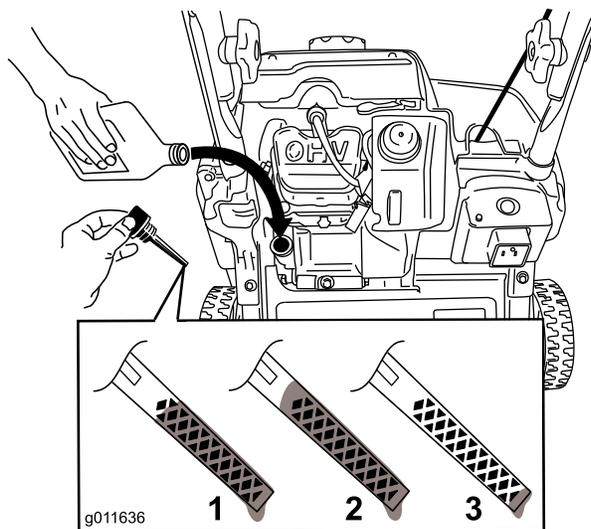

Рисунок 8
2. Очистите поверхность вокруг крышки маслозаливной горловины (Рисунок 8).
**Примечание:** Для того, чтобы правильно определить уровень масла на масломерном щупе, см. Рисунок 8.
**Примечание:** Заливайте масло в картер двигателя до тех пор, пока масломерный щуп не покажет, что достигнут нужный уровень масла в двигателе, как показано на Рисунок 8. В случае перелива слейте некоторое количество масла из двигателя, как описано в разделе «Замена моторного масла».